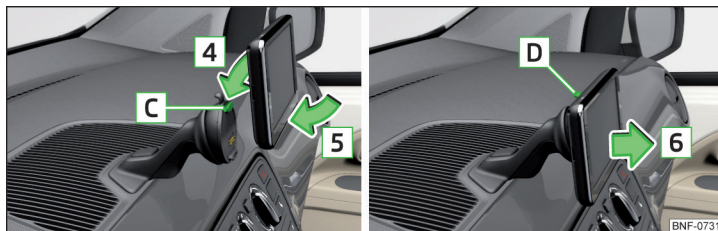

Fig. 87 Fijar/retirar el equipo
- Primero colocar el equipo en el soporte **C** superior en el sentido de la flecha **4** » fig. 87.
- Presionar con la otra mano la tecla de desbloqueo **D** y retirar el equipo en el sentido de la flecha **6** » fig. 87.